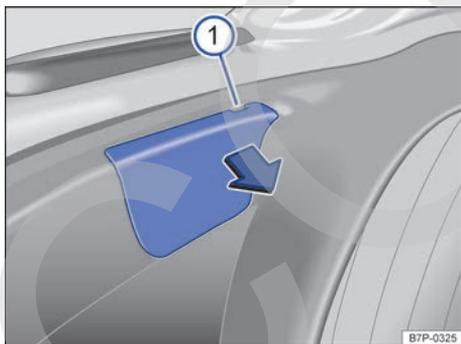

Fig. 227 En el portón del maletero: retirar la tapa. ▶
3.	Introduzca la punta plana del destornillador de las herramientas de a bordo en el rebaje de la tapa → fig. 227 ① y desprenda esta con cuidado haciendo palanca.
8.	Coloque la tapa → fig. 227 ①. La tapa tiene que encastrar y quedar bien fija.